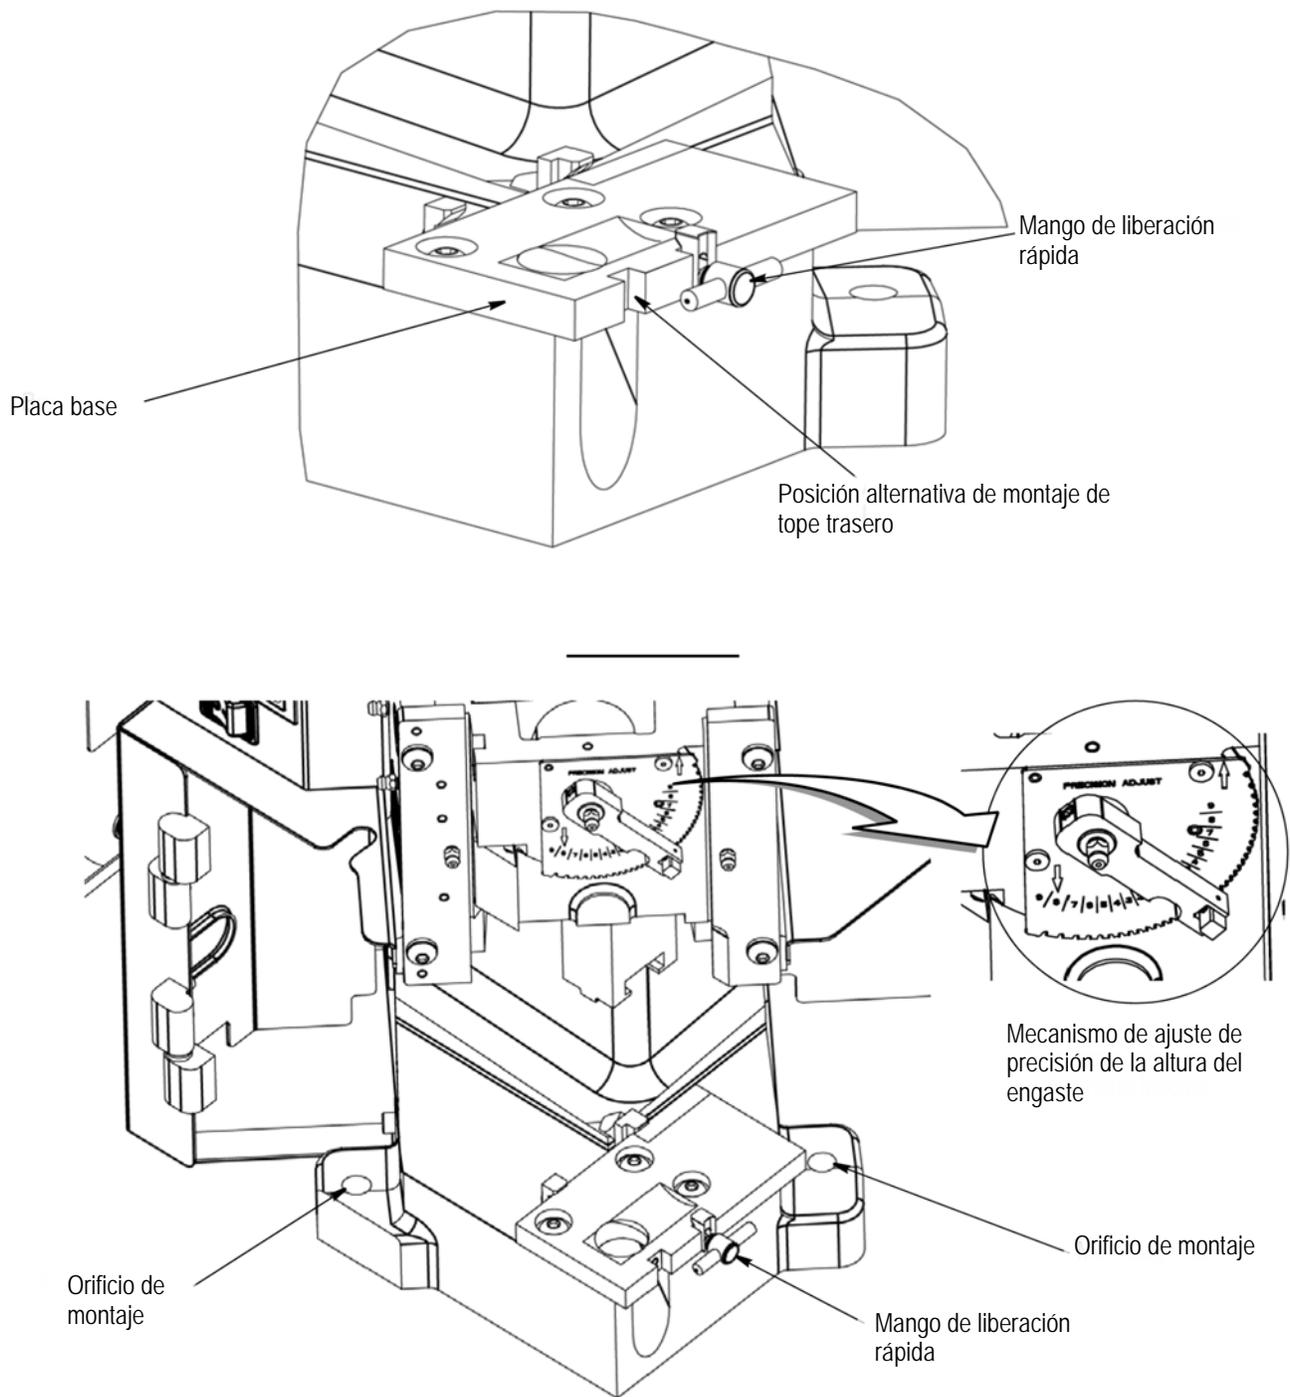

Figura 5
3. La **placa base** ofrece la superficie de montaje sobre la que se instala el aplicador. El aplicador se puede instalar y retirar de manera rápida y fácil gracias al dispositivo de cierre de liberación rápida. Consulte la Figura 5.
4. El **grupo de ajuste de la altura del engaste** emplea una excéntrica que se encuentra en la unión de la corredera junto con topes de retención en el mecanismo para ajustar la altura del engaste. Al indexar el mecanismo en cualquier dirección cambiará la altura del engaste en incrementos de aproximadamente 0,013 mm [0,0005 pulg.] por paso. Consulte la Figura 5 para conocer el mecanismo de ajuste de precisión de la altura del engaste.
Los equipos deberían atornillarse con seguridad al banco utilizando los orificios de montaje de la máquina que se indican en la Figura 5. El cliente es el encargado de suministrar los herrajes. La maquinaria no debe sobresalir de la parte delantera del banco.
1. Afloje el mango en T de liberación rápida (consulte la Figura 5) y deslice la sujeción de la base del aplicador hacia abajo.
NOTA Al utilizar el Aplicador 567200-2 (originalmente diseñado para utilizarse con la prensa AMP-O-LECTRIC modelo "K"), afloje el mango en T de liberación rápida, deslice para abajo la sujeción de la base del aplicador y retire el tope trasero que se encuentra en el lado izquierdo de la placa base. Instale el tope trasero (PN 354561-1) suministrado con el kit de alimentación de aire en la posición de montaje alternativa de la placa base. Consulte la Figura 5.